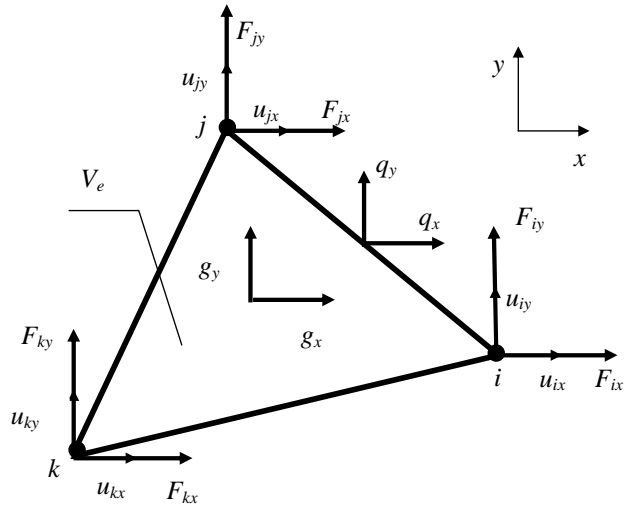

Рис. 1.7
Плоский треугольный конечный элемент с тремя узлами показан на рис. 1.7. Рассмотрим его в общей системе координат x, y .
После интегрирования (74) с учетом постоянной интенсивности $\{g\}_e$ в объёме V_e для треугольного конечного элемента (см. рис. 1.7) будем иметь
Систему уравнений (79) можно обосновать иначе. Заменим напряжения на боковых гранях элемента эквивалентными в энергетическом смысле узловыми силами $\{F\}_e$ (см. рис. 1.7). На основании принципа возможных перемещений для находящегося в равновесии упругого элемента должно выполняться равенство